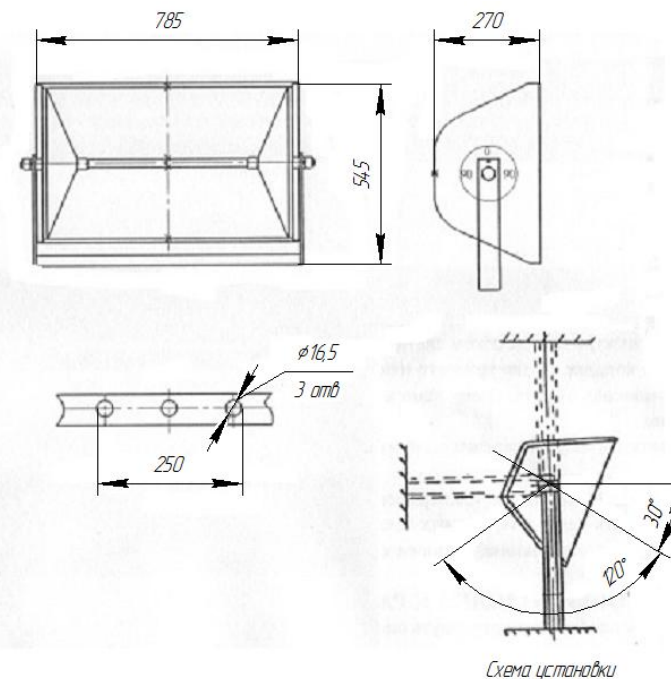

Рисунок 1 – Прожектор ИСУ02-5000/K23-01
2.1 Светильник ИСУ02-5000/К23-01 (рисунок 1) предназначен для освещения аэродромов, карьеров, строительных площадок, котлованов и больших открытых пространств.